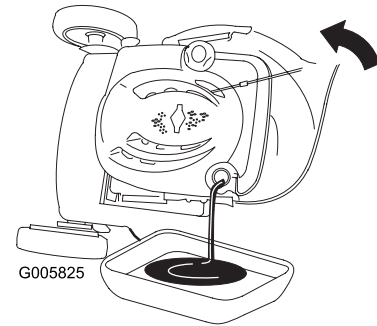

Figure 40
2. Inclinez la tondeuse sur le côté (filtre à air vers le haut) pour vidanger l'huile usagée par le goulot de remplissage (Figure 40).